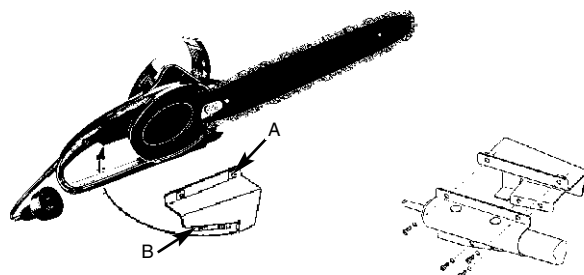

Fig.7
2. Faire glisser les pattes de fixation (A) par-dessus la poignée de la perche élagueuse, du côté droit (Voir Fig.7).